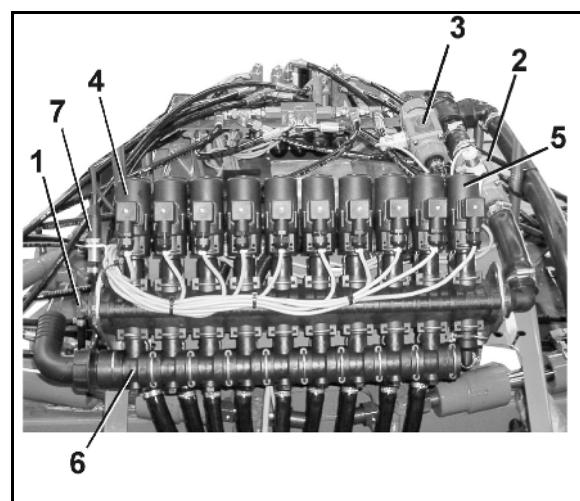

Рис. 97
- (3) Параллелограммная рама для регулировки высоты штанг опрыскивателя.
- (4) Защитная трубка форсунок
- (5) Распорка
- (6) Фиксатор внешних консолей, см. на стр. 114
- (7) Компенсатор колебаний, см. с. на стр. 116
- (8) Клапан и переключающий кран системы DUS
- (9) Арматура штанг, см. Рис. 97
- (10) Устройство для наружной мойки